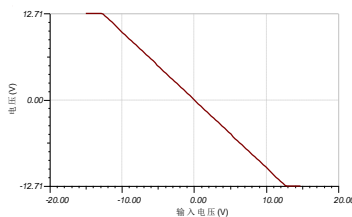

图 20 电路输入/输出电压传输曲线
③ 直流传输特性：执行【分析|直流分析|直流传输特性】菜单命令，出现如图 19 所示的直流传输特性对话框，设置起始值为-15，终止值为 15，点击【确定】按钮后，出现如图 20 所示的电路输入/输出电压传输曲线。